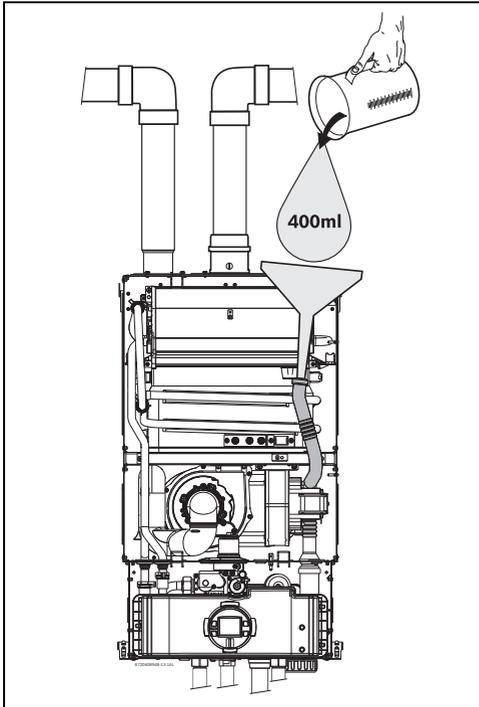

Fig. 56 Llenado del depósito de agua después de la instalación
- ▶ Llenar el depósito de aguas condensadas con aproximadamente 400ml de agua a través del tubo de condensados. Para evitar daños en el aparato utilice un embudo en la extremidad del tubo (consultar Fig. 56).
- ▶ Colocar la caja electrónica en la posición de "Mantenimiento", encajando las aletas en los orificios de la chapa metálica inferior de la caja estanca (consultar Fig.56).